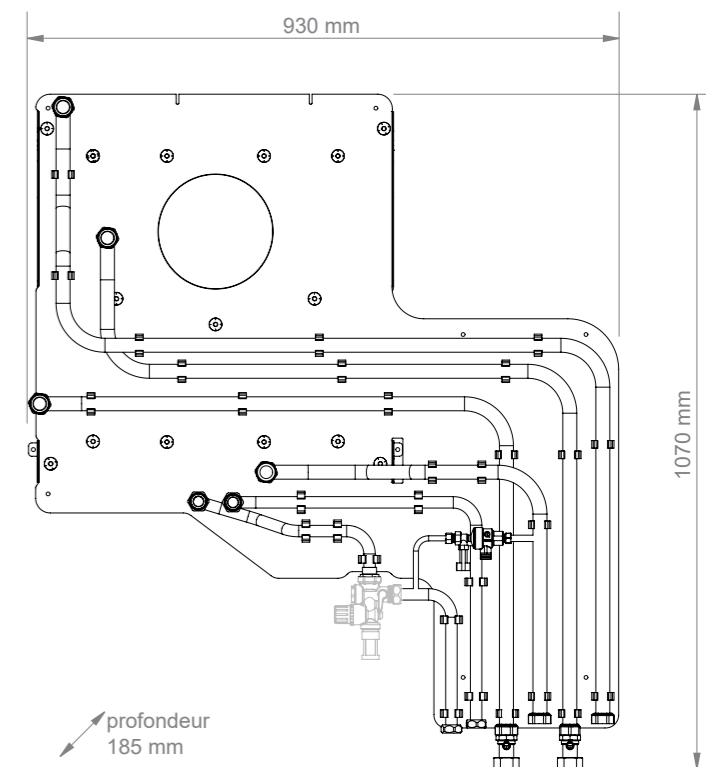

fig. 1 - Présentation du Dossieret de pré-raccordement DROIT 2 zones
- Manoeuvrabilité des clapets anti-thermosiphon tous les 6 mois (fig.1).